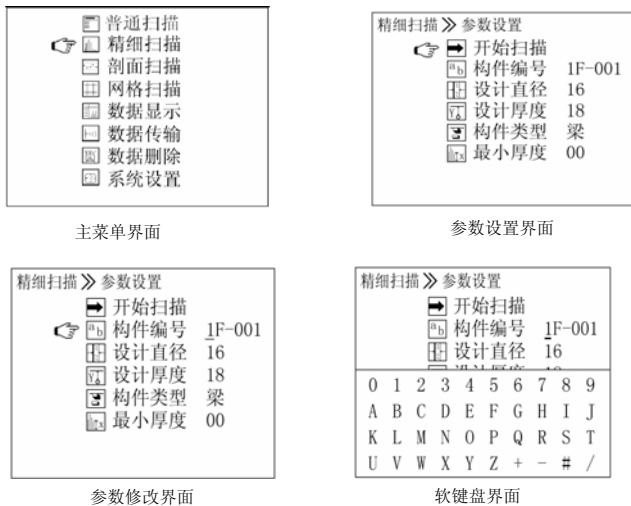

图 2.1 菜单界面
- 1) 菜单界面：主菜单、参数设置、参数修改、软键盘界面（图 2.1）
菜单界面（图 2.1）包括：主菜单、参数设置、参数修改、软键盘。